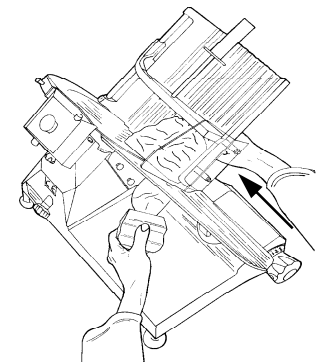

ABB. Nr. 8 - Schneiden des Produkts
5. schieben Sie den Schlitten (Produktablage + Resthalter + Fuß) sanft zum Messer hin, ohne Druck auf die Ware mit dem Resthalter auszuüben, da diese mit dem Eigengewicht gegen das Segel drückt (Schwerkraft). Die Ware tritt leicht in das Messer ein, und die Scheibe, die zum Scheibenschutz geführt wird, wird abgetrennt und fällt auf den Sammelsteller (Abb. Nr. 8);